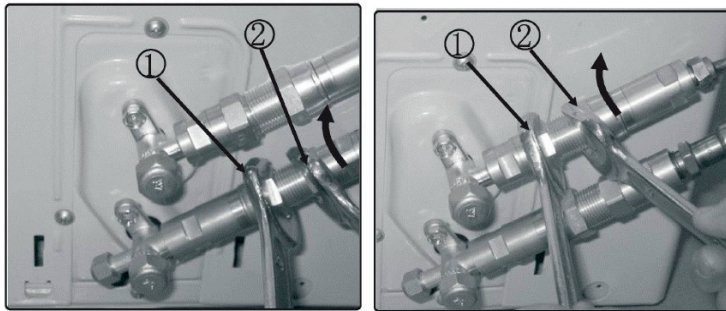

Fig. 6.4
4. Maintenant, serrez d'abord le raccord vissé inférieur puis le raccord vissé supérieur en utilisant la clé plate. Maintenez les points marqués en utilisant une clé plate et ne tournez les écrous qu'aux points marqués à l'aide d'une clé plate (sélectionnez la bonne clé selon les dimensions du raccord). Voir la Fig.6.4.